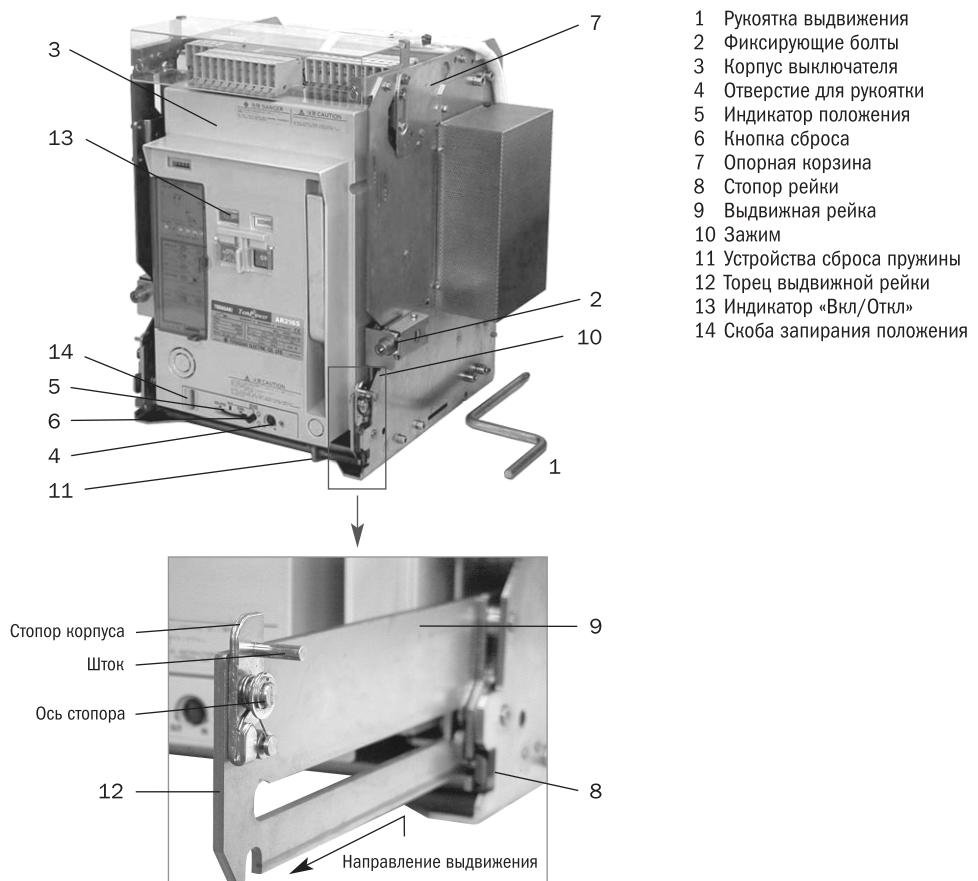

Рисунок 23. Операции выдвижения и возврата
- Отключите ВА. (Если ВА остается включенным, рукоятка выдвижения 1 (Рис. 23) не может быть вставлена).
- Ослабьте фиксирующие болты выключателя 2 (Рис. 23), если они имеются, и освободите корпус выключателя 3 (Рис. 23).
- Освободите скобу запирания положения 14 (Рис. 23), если она зафиксирована. Обратитесь к разделу 4.5.
4) Вставьте рукоятку выдвижения в отверстие 4 (Рис. 23) и медленно вращайте против часовой стрелки до того момента, как индикатор положения 5 (Рис. 23) покажет «Тест/TEST».
- Нажмите кнопку сброса «RELEASE BUTTON» 6 (Рис. 23). В отжатом состоянии кнопка будет заблокирована.
- Освободите скобу блокировки положения 14 (Рис. 23), если она зафиксирована. Обратитесь к разделу 4.5.
- Вставьте рукоятку выдвижения в отверстие 4 (Рис. 23) и медленно вращайте ее против часовой стрелки до того момента, пока индикатор положения 5 (Рис. 23) покажет «Изолирован/ISOLATED» и прозвучит характерный звуковой сигнал. Поворот рукоятки выдвижения разблокирует кнопку сброса.
- Убедитесь, что опорная корзина 7 (Рис. 23) надежно закреплена крепежными болтами.
3) Надавите на стопоры реек 8 (Рис. 23) для того, чтобы выдвинуть их с обеих сторон опорной корзины и освободить выдвижные рейки 9 (Рис. 23). Полностью выдвигайте рейки до момента их блокирования стопорами (корпус выключателя не может быть выдвинут, если рейки не будут застопорены).
4) Удерживая руками за оба зажима 10 (Рис. 23), выдвигайте корпус выключателя до тех пор, пока он не остановится.
- Если ВА укомплектован дополнительным устройствомброса пружины 11 (Рис. 23), замыкающая пружина ВА будет автоматически освобождена с металлическим звуком. Этот звук не будет означать нештатное выполнение операции.
5) Применяйте дополнительное подъемное оборудование для перемещения корпуса выключателя 3 (Рис. 23) в безопасное место. Обратитесь к разделу 2.1.2.
- 1) Убедитесь, что опорная корзина 7 (Рис. 23) надежно закреплена крепежными болтами.
- 2) Надавите на стопоры реек 8 (Рис. 23) для того, чтобы выдвинуть их с обеих сторон опорной корзины и освободить выдвижные рейки 9 (Рис. 23). Полностью выдвигайте рейки до момента их блокирования стопорами (корпус выключателя не может быть вставлен, если рейки не будут застопорены).
- 4) Если ВА имеет фиксирующие болты 2 (Рис. 23), убедитесь, что они ослаблены. Удерживая руками за оба зажима 10 (Рис. 23), вставьте корпус выключателя во внутрь опорной корзины.
- 1) Убедитесь, что индикатор «Вкл/Откл» 13 (Рис. 23) показывает «Откл». (Если ВА остается включенным, рукоятка выдвижения 1 (Рис. 23) не может быть вставлена).
- 2) Освободите скобу блокировки положения 14 (Рис. 23), если она зафиксирована. Обратитесь к разделу 4.5.
- 3) Вставьте рукоятку выдвижения в отверстие 4 (Рис. 23) и медленно вращайте ее по часовой стрелке до тех пор, пока индикатор положения 5 (Рис. 23) не покажет «Тест/TEST».
- 1) Отключите ВА. (Если ВА остается включенным, рукоятка выдвижения 1 (Рис. 23) не может быть вставлена).
- 2) Освободите скобу блокировки положения 14 (Рис. 23) если она зафиксирована. Обратитесь к разделу 4.5.
- 3) Нажмите кнопкуброса 6 (Рис. 23). После этого кнопкаброса будет зафиксирована.
- 4) Вставьте рукоятку выдвижения в отверстие 4 (Рис. 23) и вращайте по часовой стрелке до тех пор, пока индикатор положения 5 (Рис. 23) не покажет «Подключен». В конце хода повернуть рукоятку с максимальным моментом усилия (14,7 Н·м). Поворот рукоятки выдвижения разблокирует кнопкуброса.
- 6) Затяните фиксирующие болты 2 (Рис. 23), если они применяются, заблокируйте корпус выключателя (раздел 4.5).